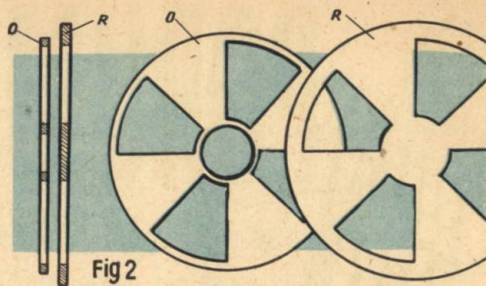

Fig 2
Lampa este înzestrată cu două abajururi cilindrice montate coaxial, unul în interiorul celuilalt; abajurul exterior (E, fig. 1) este fix și se sprijină pe o placă rotundă (R) susținută de piciorul lămpii (P); abajurul interior (I) este închis la partea superioară printr-un disc cu aripioare înclinate (D) și se sprijină prin intermediul lagărului (L) pe acul (A) fixat pe un suport de sîrmă (S). Datorită acestui sistem de susținere, abajurul interior (I) se poate roti practic fără frecare pe vârful acului (A), fiind menținut în mișcare de rotație de curentul de aer cald ce străbate abajurul de jos în sus și acționează asupra aripioarelor înclinate ale discului (D). Abajurul interior (I) este executat din hirtie translucidă pe care se desenează, se pictează sau se decupează figurile a căror proiecție pe abajurul exterior (E) constituie umbrele mișcătoare. Pentru a se putea regla viteza de rotație a umbrelor, placa (R) este înzestrată cu 4 orificii în formă de sectoare de cerc (fig. 2), orificii ce pot fi obturate după dorință prin rotirea unui disc obturator (O) de aceeași formă cu placa (R) și fixat deasupra acesteia.